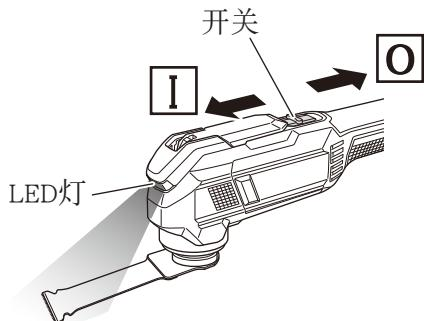

图12
将开关朝前滑动将打开**I**，同时激活LED灯，使应用工具发光。（图12）
(1) 打开装置，使用拨盘设置应用工具的速度。（图12和13）
(2) 轻轻地将应用工具放置在材料上，然后以平稳的速度向前移动应用工具。
- (1) 打开装置，使用拨盘设置应用工具的速度。（图12和13）